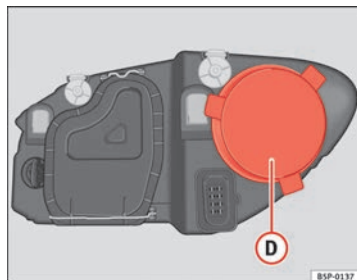

Fig. 187 Luci di posizione
- Rimuovere la copertura ⇒ fig. 187 **D** tirandola.